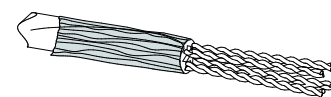

Fig 1
2. At the strip-point of the cable, use flush cutters to carefully remove strip string, if one is present. Spare back the foil metal side outward (may require a half-twist in the foil). Spare back the drain wire. (See Fig. 1). Use flush cutters to remove mylar tape, cross-shaped pair separator, or any other cable fillers/spacers. Again, inspect for any pair insulation damage. (See Fig. 2).
2. Là où la gaine s'arrête, utiliser une pince à coupe droite pour délicatement retirer le fil de déchirement, si le câble en est doté. Replier le feuillard métallique vers l'arrière (il pourrait être nécessaire de le torsader d'un demi-tour). Replier le fil de masse (figure 1). Se servir à nouveau de la pince à coupe droite pour retirer la bande en Mylar, le séparateur de paires en croix et toute autre garniture ou composant du câble. S'assurer encore une fois de l'absence de dommages (figure 2).